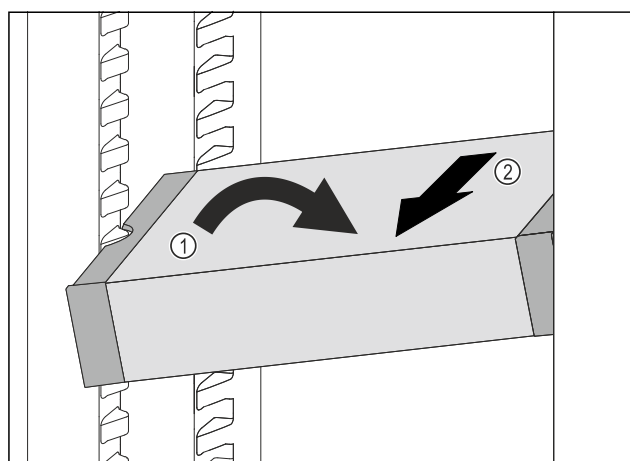

Fig. 84
- ▶ VarioSafe postavte v chladničce šikmo. Fig. 84 (1)
- ▶ VarioSafe odeberte směrem dopředu. Fig. 84 (2)